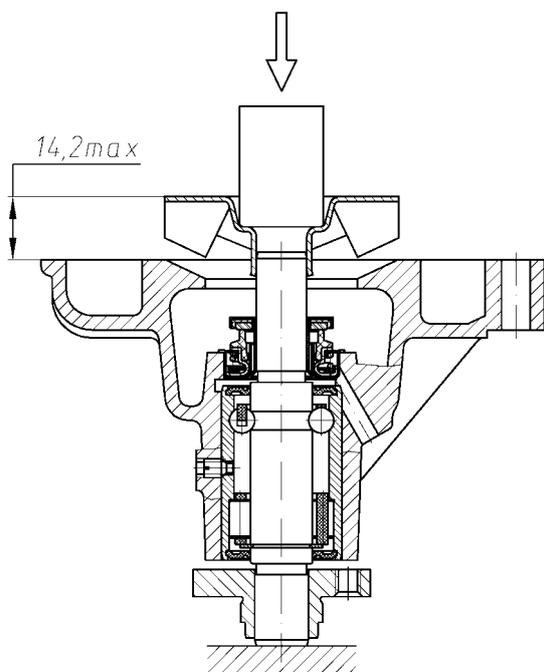

Рис.96. Напрессовка крыльчатки водяного насоса
- напрессовать крыльчатку на валик подшипника, выдержав размер между торцом крыльчатки и торцом корпуса насоса не более 14,2 мм (рис.96). **Не допускается прикладывать усилие запрессовки к обратным сторонам лопастей во избежание их деформации;**